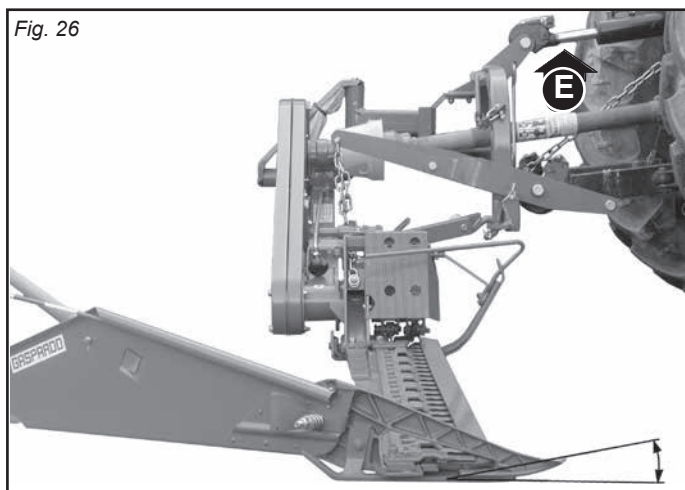

Fig. 26
- Die Einstellung der Mähbalkenneigung im Verhältnis zum Boden erfolgt indem man den Oberlenker dreht (E, Abb. 26).
- Für niedrige, feuchte und dichte Futterpflanzen die Zähne nach unten neigen und die Zugstange kürzen (E, Abb. 26).
- Für Böden mit großen und kleinen Steinen die Zähne nach oben neigen und die Zugstange verlängern (E, Abb. 26).